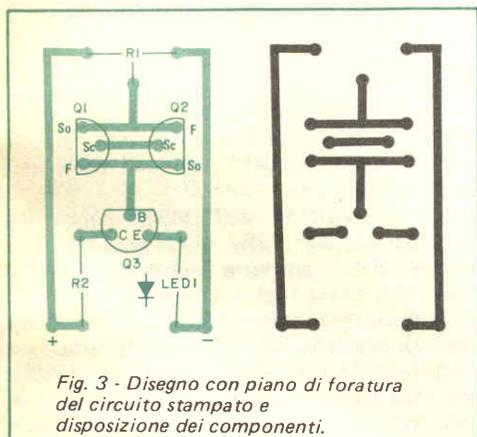

Fig. 3 - Disegno con piano di foratura del circuito stampato e disposizione dei componenti.
**Particolari costruttivi** - Il sistema di controllo descritto è abbastanza piccolo per essere incorporato nell'apparato in cui, per la alimentazione, viene usata una batteria al Ni-Cd. Alternativamente, può essere montato come accessorio esterno indicatore di batteria esaurita e racchiuso in una scatola. In entrambi i casi il montaggio si può effettuare su un circuito stampato del tipo di quello illustrato nella *fig. 3*, o su una basetta perforata.